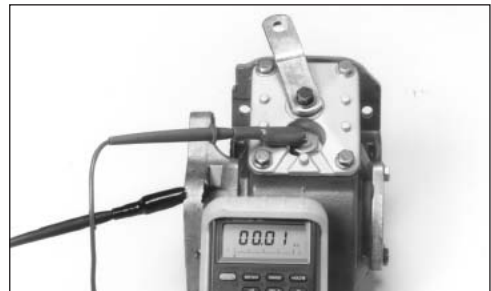

Abb. 24
3. Die Schaltvorrichtung betätigen. Das Messgerät bzw. die Prüflampe* muss einen Wert anzeigen bzw. aufleuchten, wenn das Nebenantriebs-Zahnrad eingekuppelt wird (**Abb. 24**).